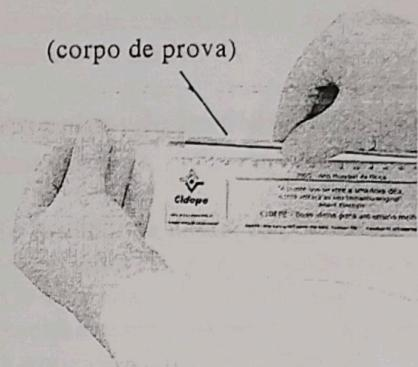

Figura 2
• Coloque o corpo de prova 10 mm dentro da mangueira menor da conexão de saída dos vapores - Figura 2.